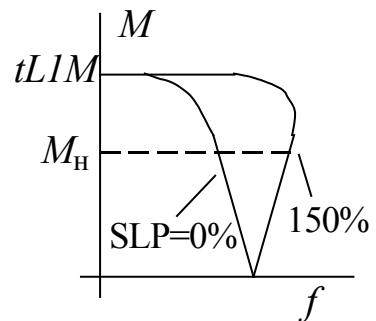

Рис. 6.3 Компенсация скольжения
- SLP, [*Slip compensation*], [*Компенсация скольжения*] – степень компенсации скольжения (0...150%); позволяет изменить жесткость механической характеристики привода (рис. 6.3). Как правило, при SLP=100% механическая характеристика является абсолютно жесткой и скольжение отсутствует. Перекомпенсация может привести к получению механической характеристики с отрицательным наклоном и неустойчивой работе привода.